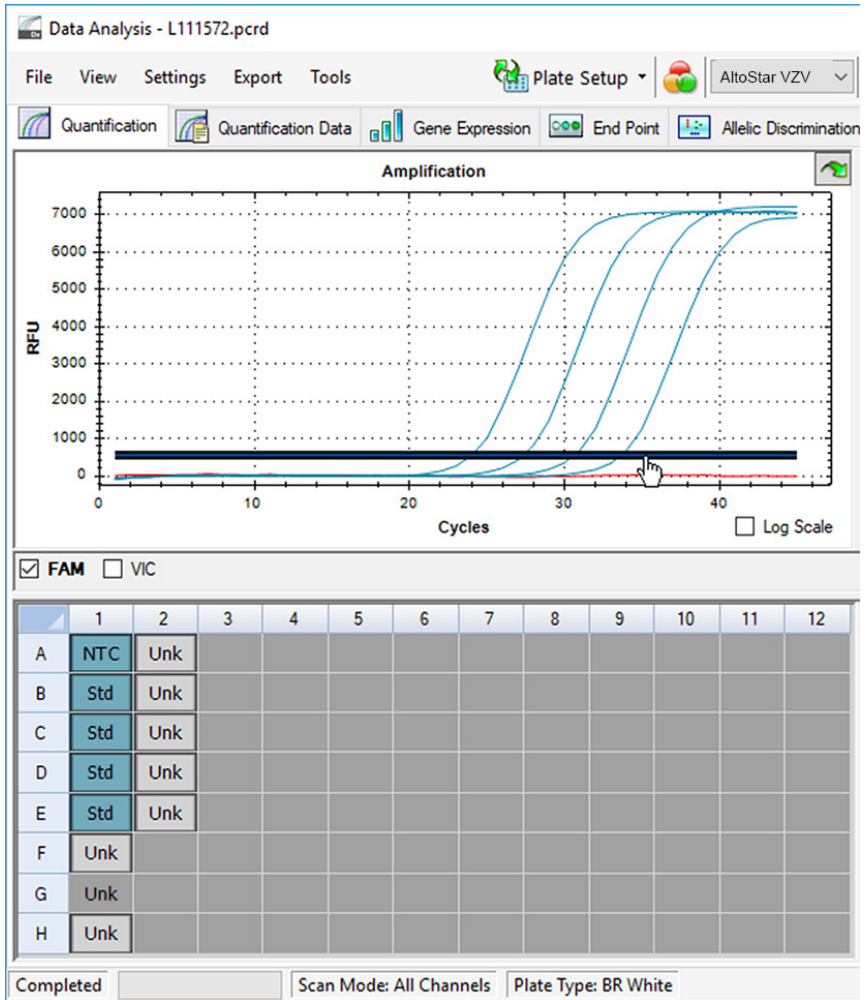

Abb. 10: Fenster Data Analysis (Datenanalyse): Festlegen des FAM™ Schwellenwerts
5. Entfernen Sie links im Fenster Data Analysis (Datenanalyse) das Häkchen aus dem Kontrollkästchen neben **VIC** und setzen Sie das Häkchen im Kontrollkästchen neben **FAM** für den Detektionskanal der VZV-Zielsequenz (siehe Abbildung 10).
- Wählen Sie nur die Wells mit der NTC und den QS in der Platten-Ansicht des Fensters Data Analysis (Datenanalyse) aus (siehe Abbildung 10).
- Ziehen Sie den Schwellenwert deutlich über das Signal der NTC hinaus in den exponentiellen Bereich des Signals der QS (siehe Abbildung 10).